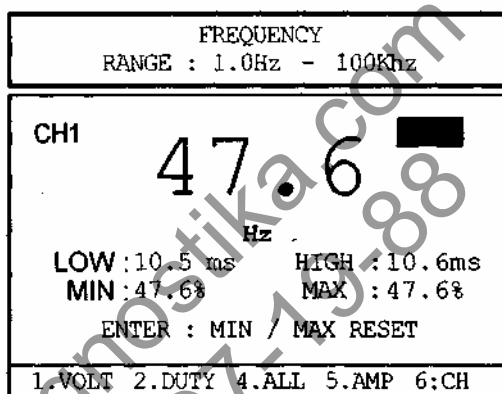

Рис. 4-4. Частота
- 1) Как показано на рис. 4-4 большие цифры в центре дисплея обозначают рабочий цикл.
- 1) Как показано на рис. 4-4 большие цифры в центре дисплея обозначают замеренную частоту в герцах и килоггерцах.